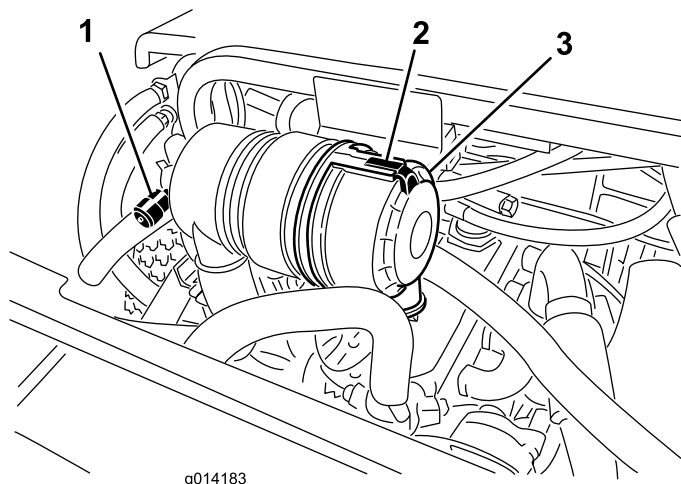

Рисунок 32
Обслуживание фильтра воздухоочистителя следует производить только после покраснения индикатора необходимости обслуживания (Рисунок 32). Замена воздушного фильтра без необходимости ведет лишь к повышению вероятности попадания грязи в двигатель при извлечении фильтра.
1. Откройте защелки, фиксирующие крышку воздухоочистителя на его корпусе (Рисунок 32).